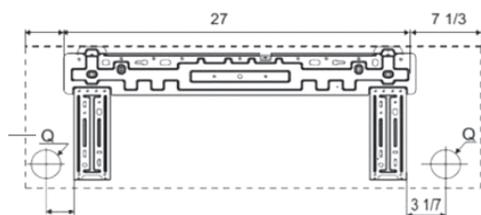

Fig. 6 – Espacement des plaques de fixation pour les appareils de capacité 09k et 12K
2. La plaque de montage doit être placée horizontalement et de niveau au mur. Tous les espacements minimaux sont indiqués dans la fig. 6.